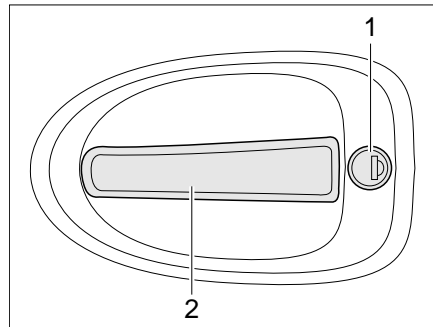

Bild 37 Türschloss Fahrertür, außen
- Schlüssel in Schließzylinder (Bild 37,1) stecken und drehen, bis das Türschloss entriegelt ist.
- Am Türgriff (Bild 37,2) ziehen. Die Tür ist geöffnet.
- Schlüssel in Schließzylinder (Bild 37,1) stecken und drehen, bis das Türschloss verriegelt ist.